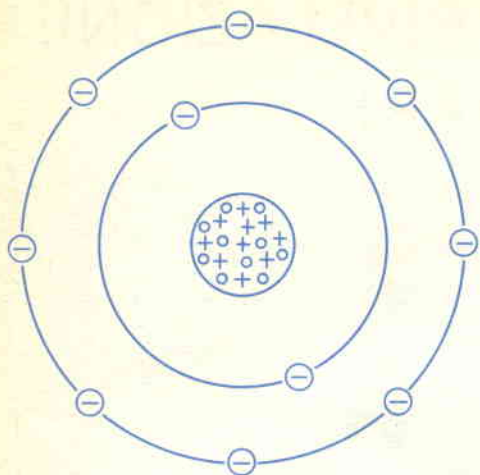

Fig. 1 - Struttura di un atomo stabile di neon.
**COSTRUZIONE** - Data la semplicità del circuito (fig. 1), si possono effettuare i collegamenti da punto a punto; la disposizione delle parti non è critica. La dissipazione massima del circuito varia da 0,5 W a 6 W a seconda se Q1 è fornito di un dissipatore di calore o meno. In quest'ultimo caso, la dissipazione massima di potenza è di circa 0,5 W. Con un dissipatore ad aletta da infilare su Q1, la dissipazione di potenza è di circa 1 W; per la dissipazione massima di 6 W, è necessario un grosso radiatore di calore.
Fig. 1 - L'amplificatore Darlington passa in conduzione quando la tensione d'entrata compensa la tensione predisposta di polarizzazione. Con un radiatore di calore adatto per Q1, la dissipazione può arrivare a 6 W.
Nella *fig. 1* è rappresentato schematicamente un atomo stabile di neon. Nel suo nucleo vi sono 10 protoni e 10 neutroni. Orbitanti intorno al nucleo vi sono 10 elettroni, due dei quali ruotano nell'orbita interna ed otto in quella esterna. I protoni hanno una carica positiva (+), gli elettroni hanno una carica negativa (-) ed i neutroni sono neutri in quanto non hanno nessuna (0) carica elettrica. Analogamente, un atomo di uranio è composto da un